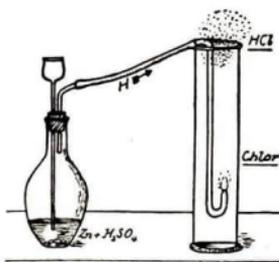

Abb. 431. Wasserstoff brennt
c) Die **Wasserstoffflamme** brennt in Chlorgas mit fahlem Licht weiter (Abb. 431).